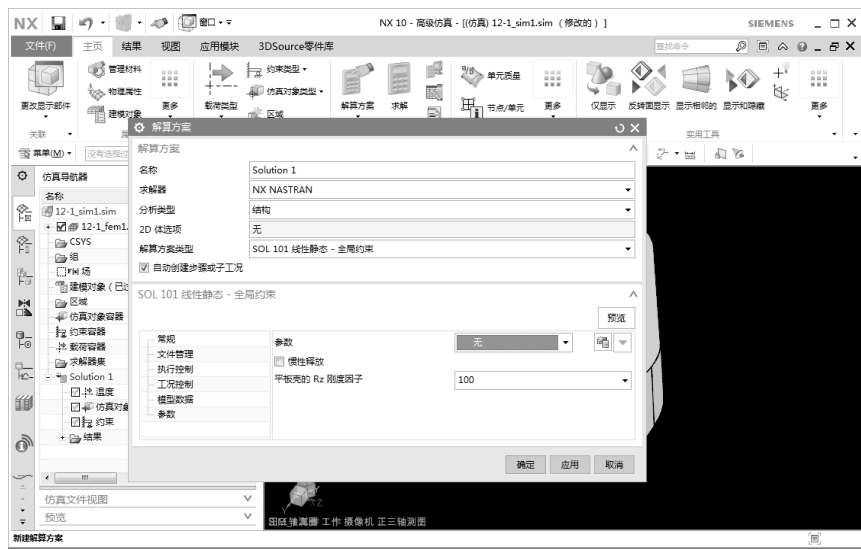

图 9-17 弹出【解算方案】对话框
- 06 在【网格变形】选项区勾选【保存完整变形数据】复选框,单击【确定】按钮,进入高级仿真分析环境,并弹出【解算方案】对话框,如图 9-17 所示。